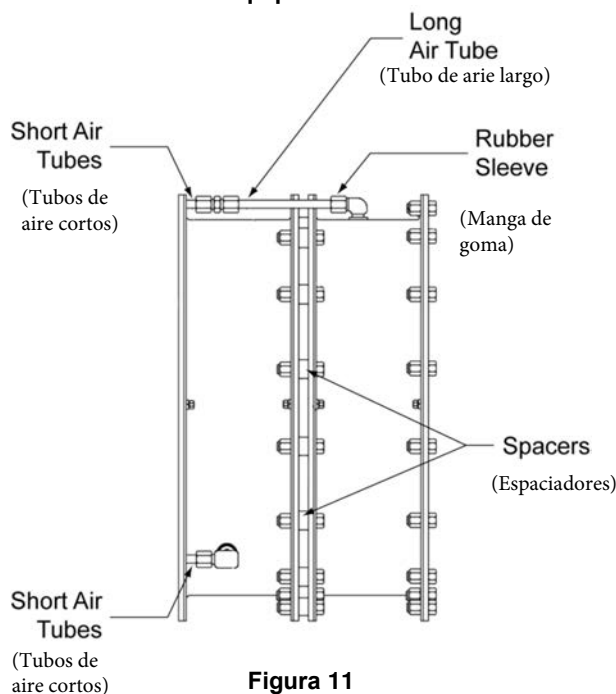

Figura 11
- 2.6.6 Alinee las conexiones de aire y vuelva a montar las mitades del elemento, asegurándose de que los espaciadores estén en su lugar entre los elementos. **Ver Figura 11.**
- 2.6.7 Vuelva a montar los tubos de conexión de aire. Si se ha quitado un codo, use un sellador de tubería de buena calidad en las roscas. **Ver Figura 11..**